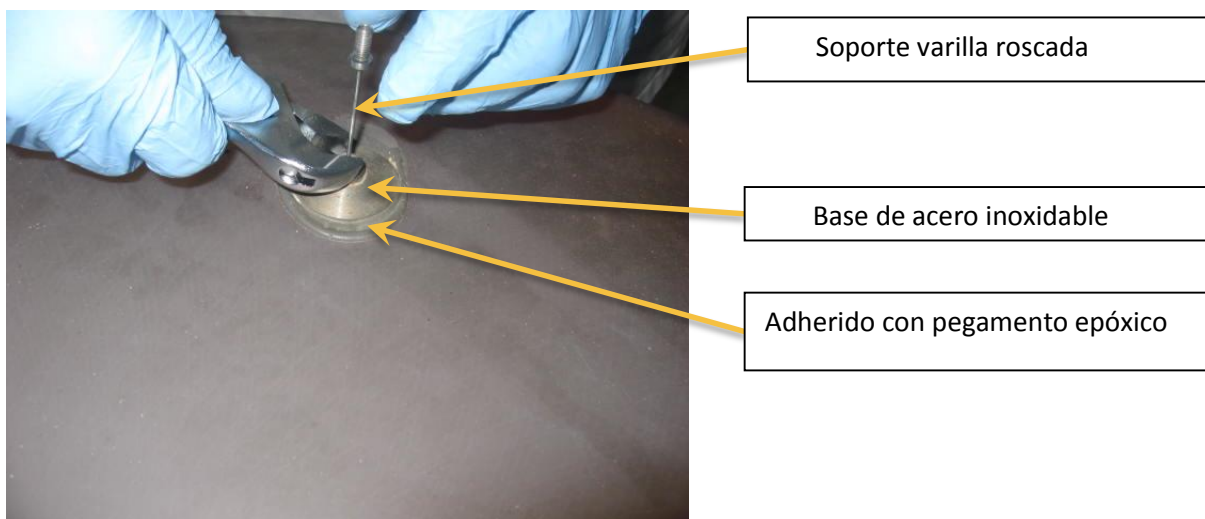

Figura 10: Removiendo las varillas.
- 3.10. Con una llave o creciente, también **con mucho cuidado**, se desatornilla la varilla de su base metálica (ver *Figura 10*).